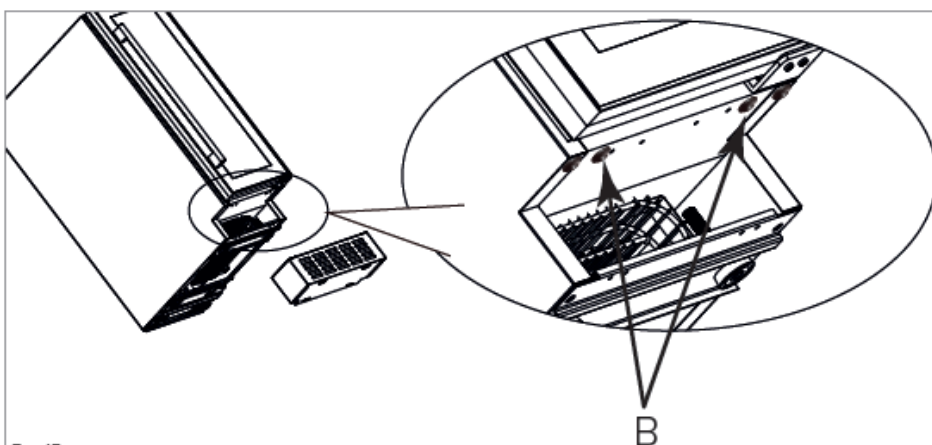

Fig. 15
5. Se presenti, rimuovere le viti indicate dalle frecce e contrassegnate con 'B' in Fig. 15. Queste viti non sono necessarie.